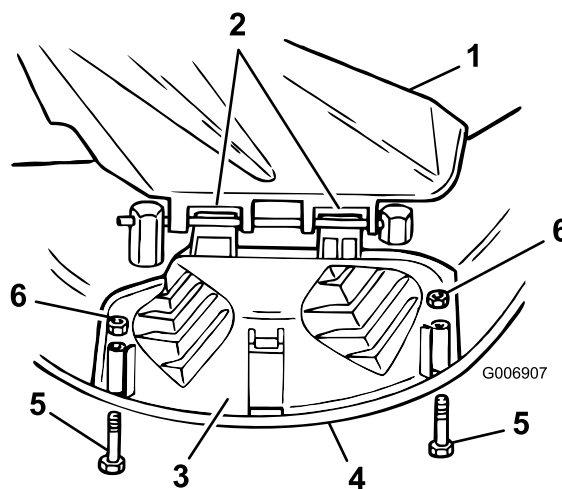

Figura 16
- Ruotate il carter di scarico verso il basso, sull'apertura, quindi sul bordo inferiore del tosaerba (Figura 16).
- Fissate il carter di scarico al bordo inferiore del tosaerba con i bulloni ed i dadi (Figura 16).